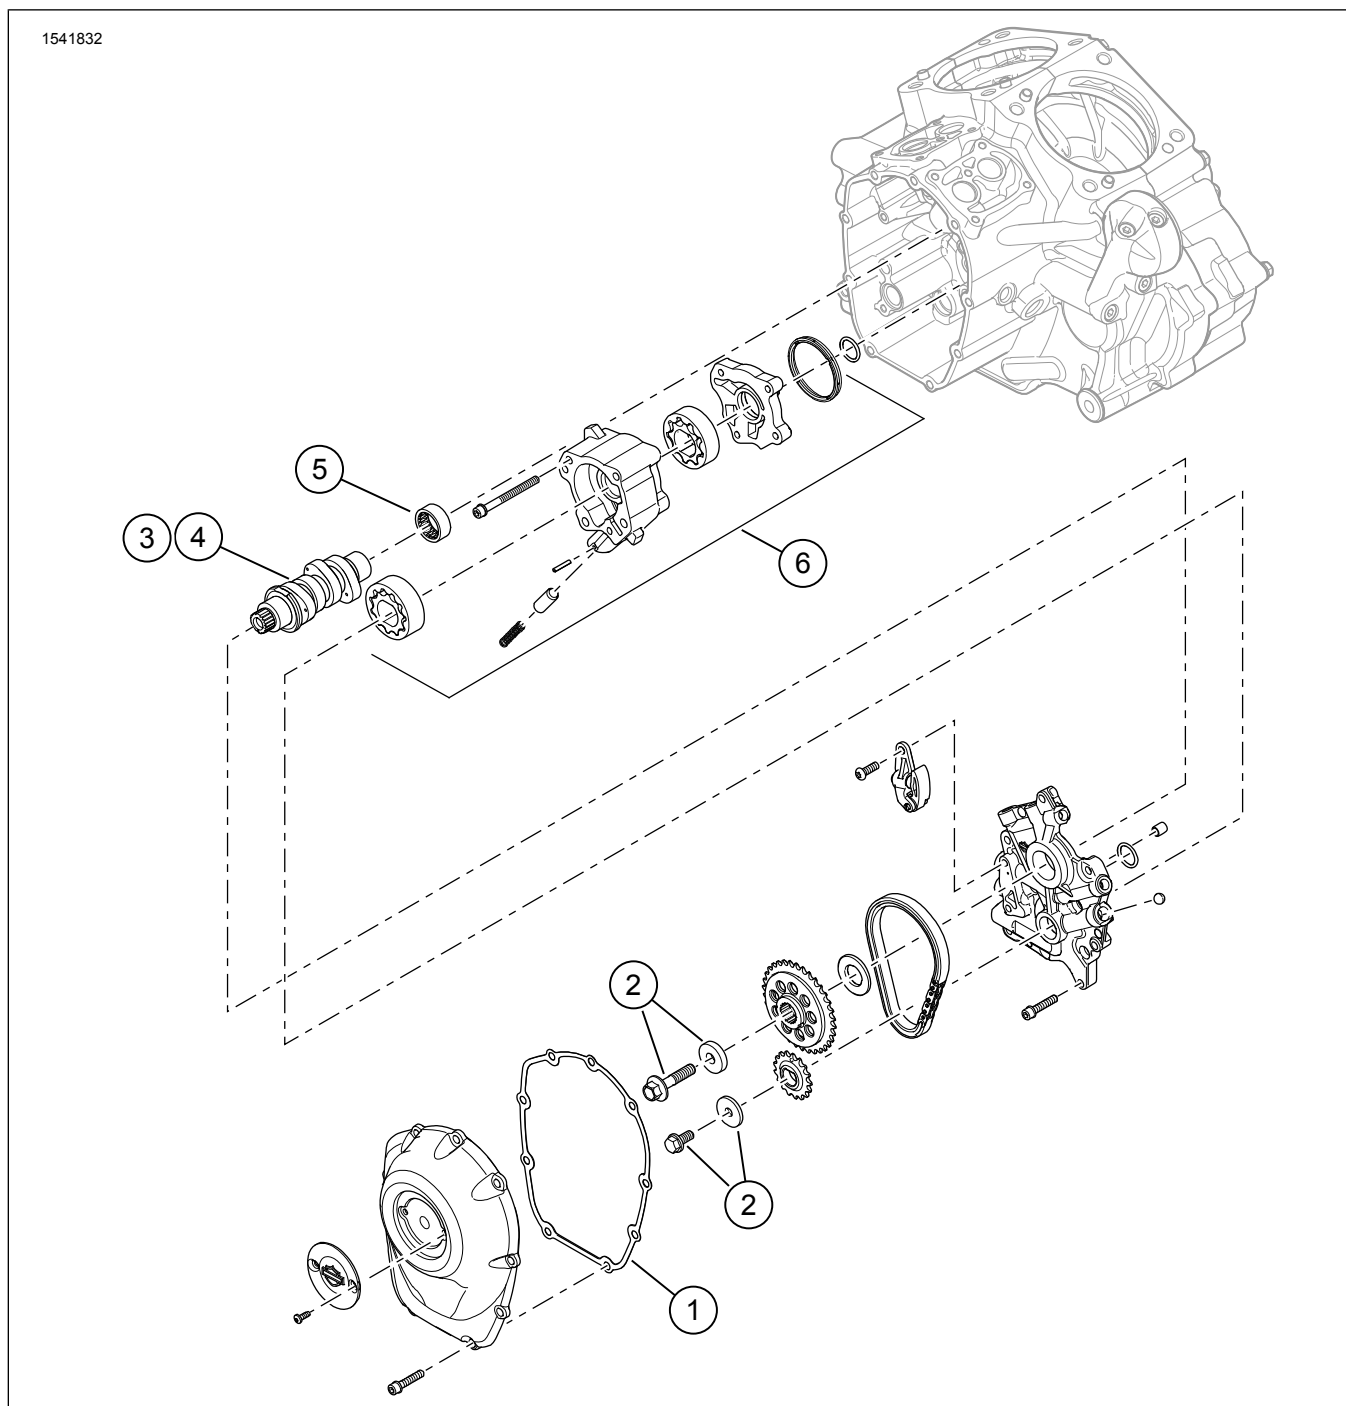

Figura 4. Parti di ricambio: Kit Screamin' Eagle Milwaukee-Eight Stage 2
1. Figura 4 Installare la pompa dell'olio. Vedere il manuale di manutenzione.